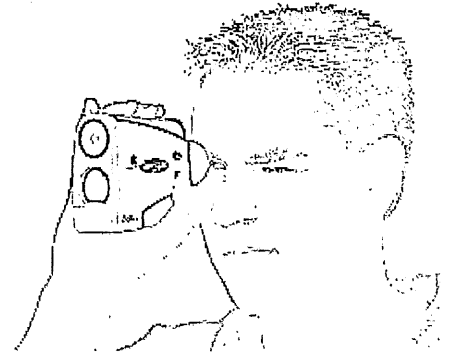

図 2
4. 接眼レンズを覗き込み (図 2 を参照)、目標物を十字線の中央で捉えます。スコープ内の LCD は図 3A のようになります。